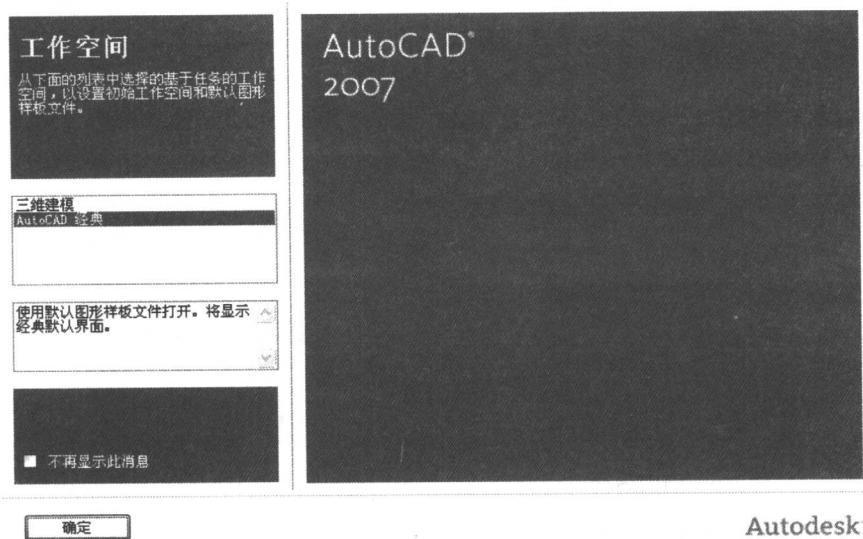
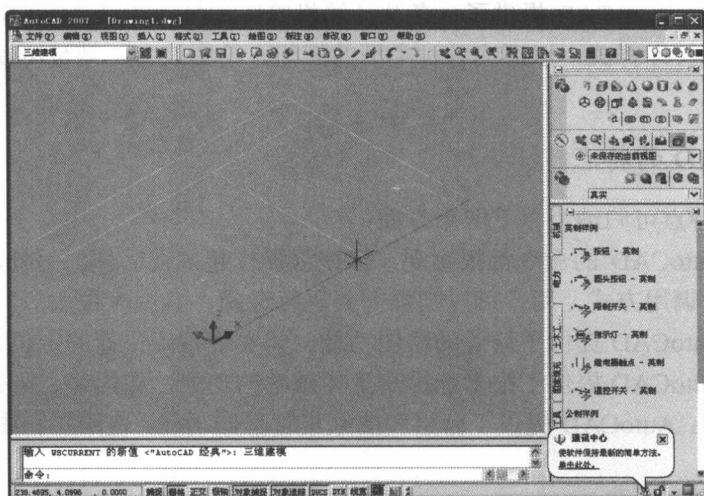

图 1-5 选择工作空间界面
图 1-6 三维建模工作空间
- **工作空间的选择:** 启动 AutoCAD 2007 后,系统会打开如图 1-5 所示的选择工作空间界面。在该界面中用户可以选择初始工作空间,如三维建模、AutoCAD 经典、AutoCAD 默认。对于习惯于 AutoCAD 传统界面的用户来说,可以采用 AutoCAD 经典工作空间。三维建模工作空间包括了新的面板,如图 1-6 所示,可方便地访问新的三维功能。三维建模工作空间中的绘图区域可以显示渐变背景色、地平面或工作平面(UCS 的 XY 平面)以及新的矩形栅格,这将增强三维效果和三维模型的构造。